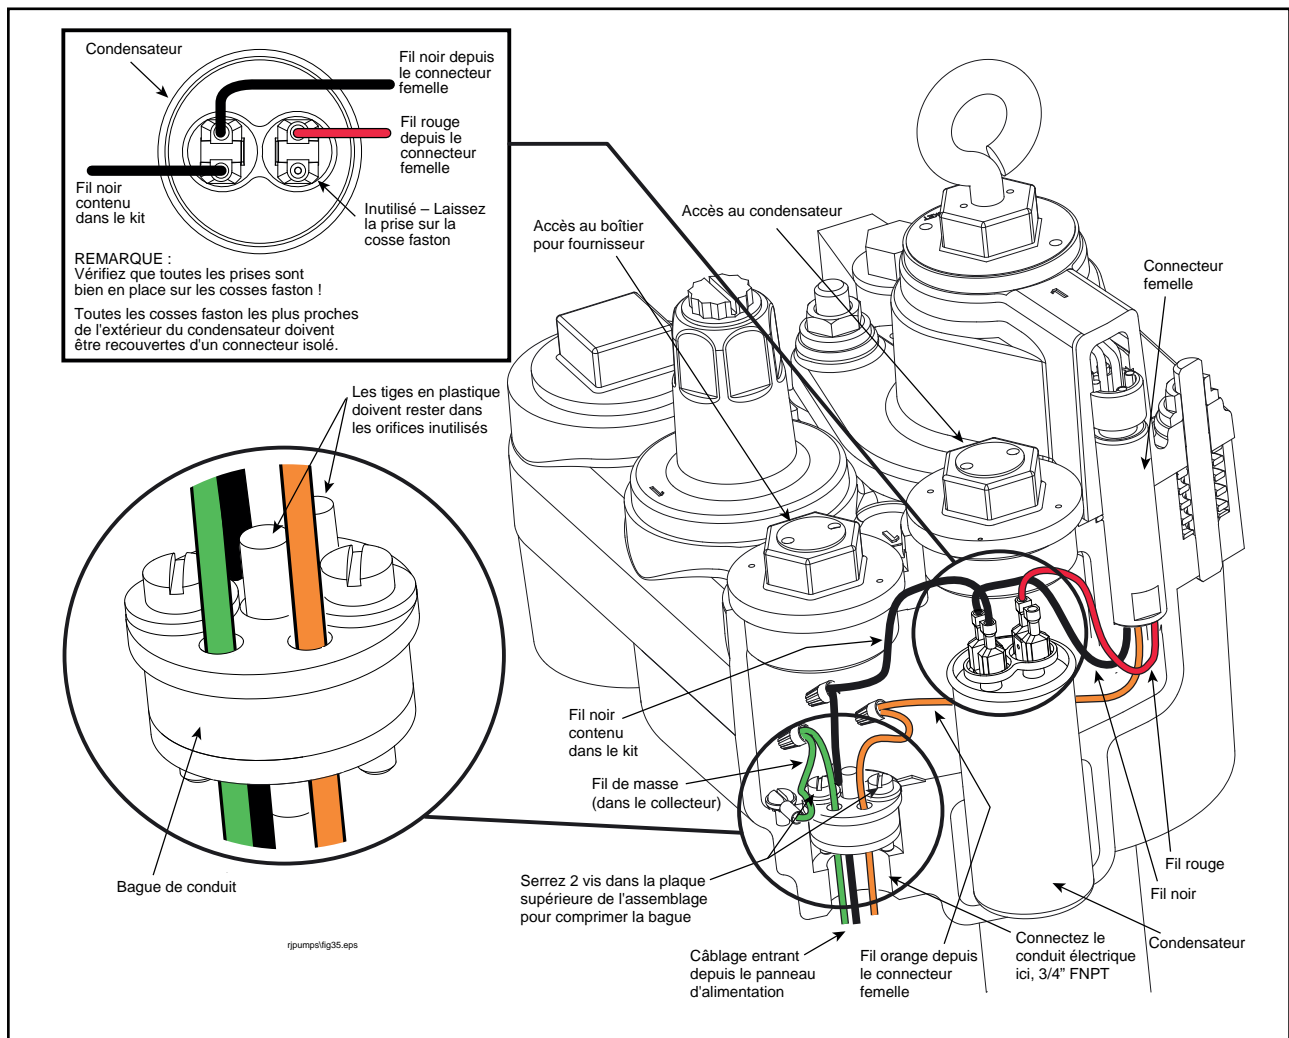
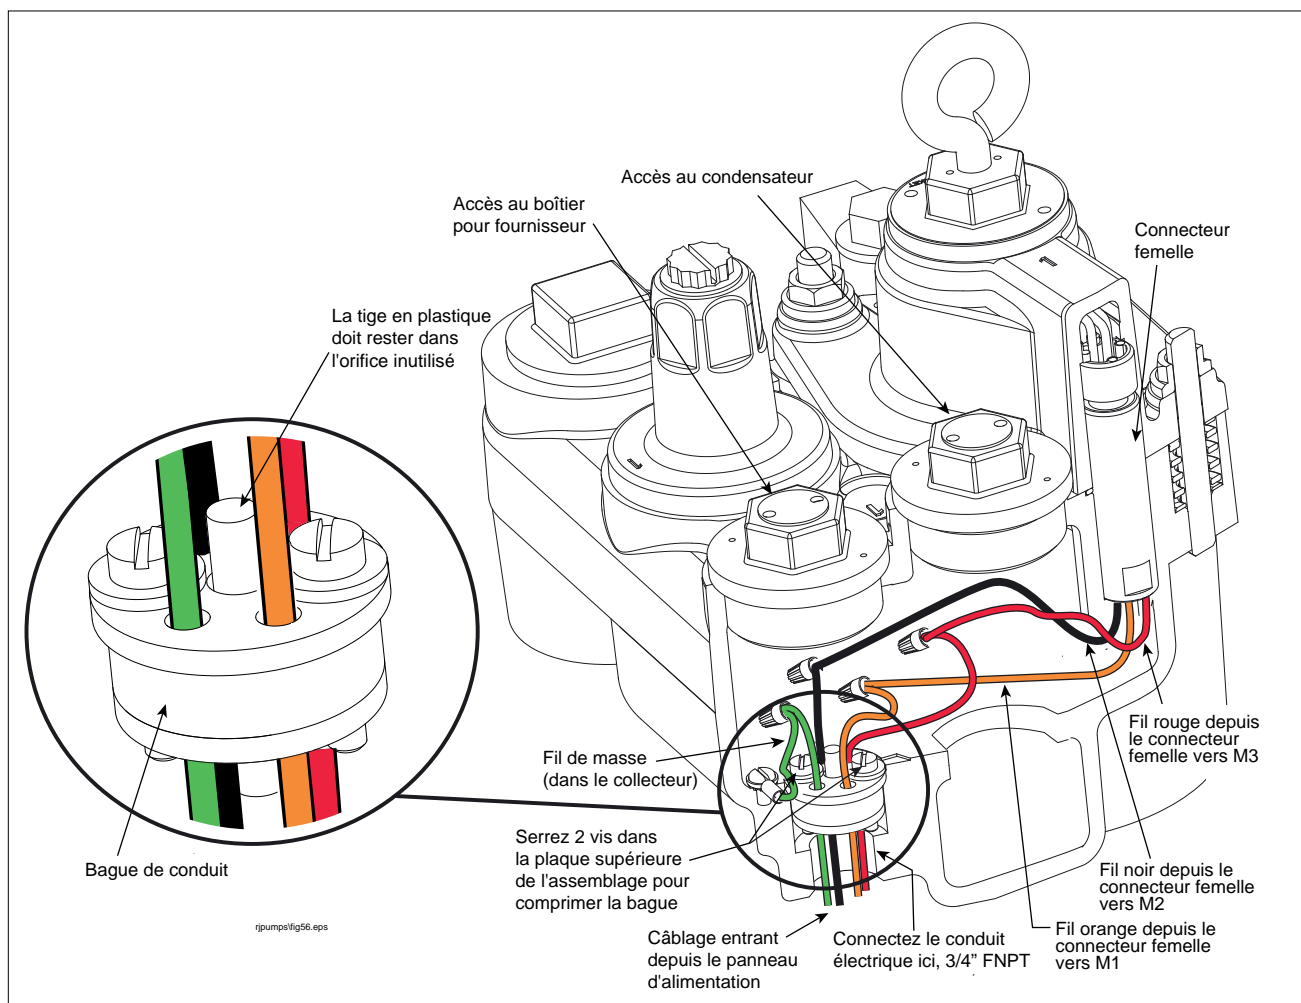

Figure 17. Installation du manchon de compression du câblage d'alimentation - Exemple monophasé illustré
Figure 27. Installation du manchon de compression du câblage d'alimentation - Exemple triphasé illustré
1. Connectez les raccords approuvés pour conduit électrique à l'entrée du câblage d'alimentation à la base du boîtier pour fournisseur du collecteur (voir l'exemple de découpe de la Figure 17 pour le câblage d'alimentation monophasée ou de la Figure 27 pour le câblage d'alimentation triphasée).
2. Desserrez les deux vis dans le manchon de compression juste assez pour pouvoir retirer le manchon de son emplacement en bas du boîtier pour fournisseur du collecteur (voir la Figure 17). Continuez à lever le manchon jusqu'à ce qu'il soit accessible. Notez que la plaque supérieure de l'assemblage du manchon (face au collecteur) a un diamètre supérieur à celui de la plaque inférieure, et qu'il y a deux orifices ouverts et trois orifices avec des inserts en plastique. Les inserts en plastique assurent l'étanchéité du manchon et doivent rester dans tout trou inutilisé. Par exemple, en apportant trois fils depuis le panneau d'alimentation, utilisez les deux orifices vides et retirez et jetez l'un des deux inserts en plastique de petit diamètre pour le troisième fil. Poussez chacun des fils d'alimentation entrants par les orifices vides dans l'assemblage du manchon. Faites glisser l'assemblage du manchon vers le bas sur les fils d'alimentation jusqu'à ce qu'il repose dans son logement à la base du boîtier pour fournisseur du collecteur. Laissez des longueurs de fils suffisantes pour connecter les fils de la pompe, puis serrez bien les deux vis dans l'assemblage du manchon pour comprimer le manchon et isoler l'entrée des fils.
Voir la Figure 27 pour les Étapes 1 - 5.